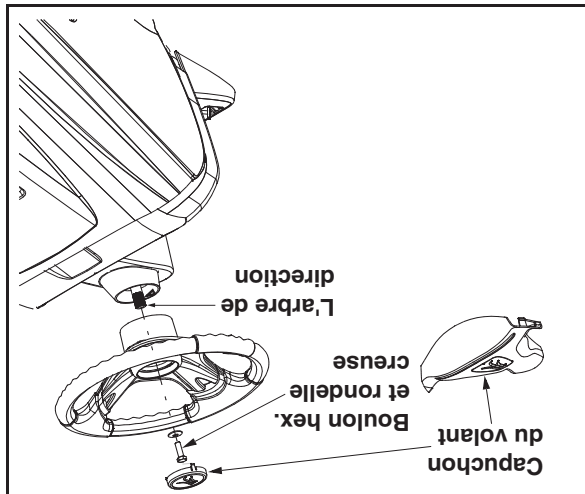

Figure 3
REMARQUE: Il y a deux styles de capuchon de volant. Voir la Figure 3. Les styles varient par le modèle.
- Positionnez le capuchon du volant au milieu du volant et appuyez à la main. Voir la Figure 3.